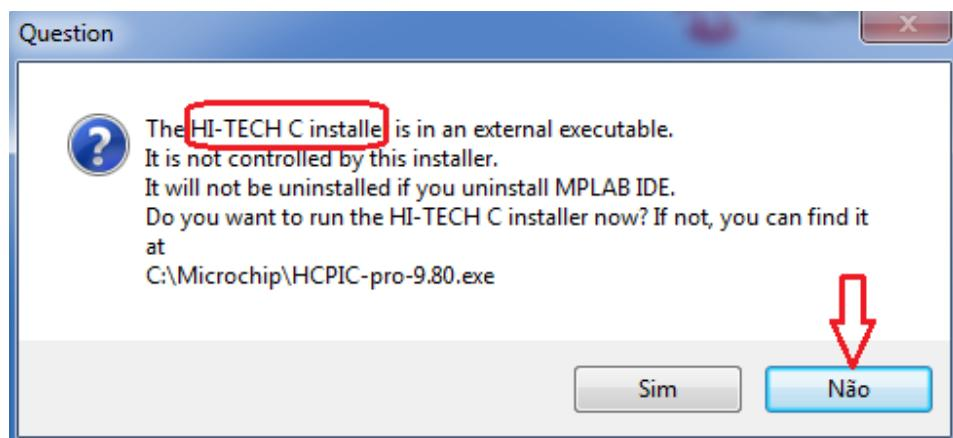

Figura 3.7 - Instalador do programa HI-TECH.
- 8) No final do processo de instalação irá aparecer uma mensagem pedindo para que o programa HI-TEC C *installer* seja instalado. Esse programa é um conjunto de compiladores para várias famílias de PIC, ferramentas de desenvolvimento para sistemas embarcados e uma IDE baseada em Eclipse (HI-TIDE™) para as famílias de 8, 16, e 32-bits do microcontrolador. Nós não utilizaremos esta ferramenta, desta forma, é desnecessária sua instalação. Clique em “Não” (ver Figura 3.7).